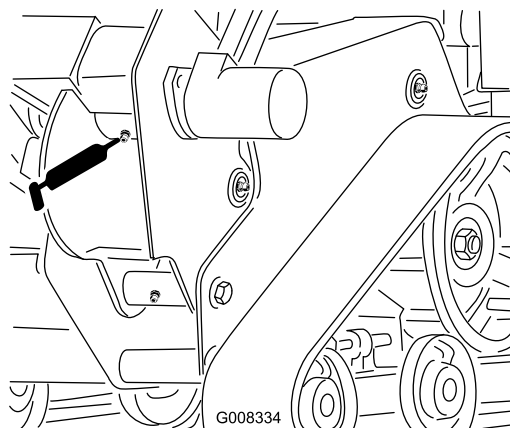

Bild 29
3. Reinigen Sie die Schmiernippel des Grabenfräsengehäuses mit einem Lappen und setzen Sie eine Fettpresse auf (Bild 29).